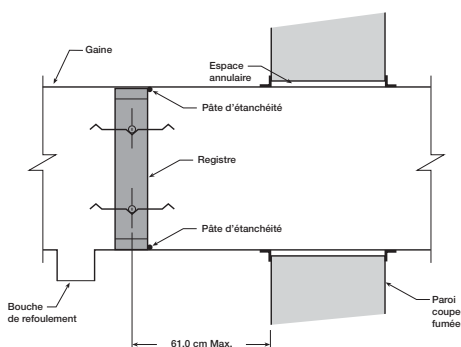

Figure 3 — Schéma de pose
2. Placer le registre dans la gaine. Le plan des clapets de registre fermés doit être à moins de 61,0 cm (24 po) de la paroi coupe-fumée et avant toute bouche d'admission ou de refoulement de la gaine. Voir la Figure 3.